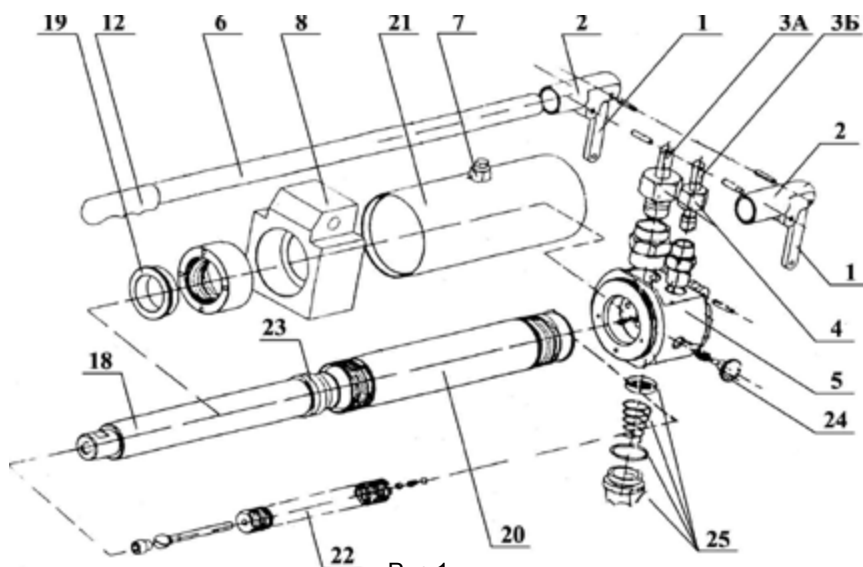
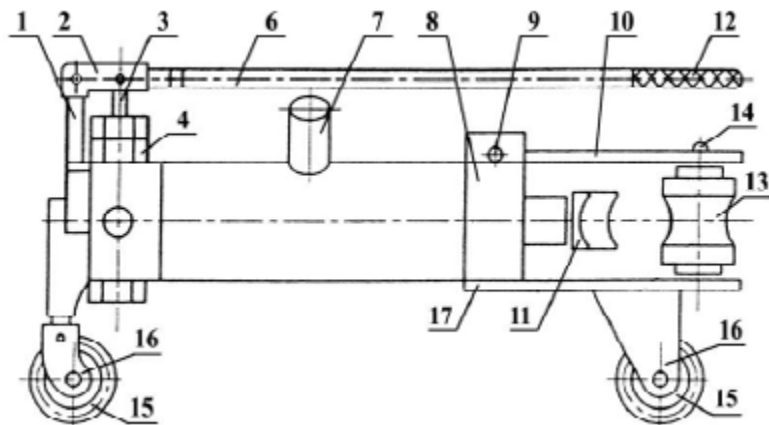

Рис.1
Рис.2
Трубогиб ручной (НТГ) с встроенными гидронасосами (см. Рис. 1, Рис. 2) состоит из корпуса с рабочим цилиндром (5), верхней траверсы (10), нижней траверсы (17), упоров (13), 3-х опорных колес (15), рукоятки насосов низкого и высокого давления (6) и прилагаемых шаблонов (11). На нижней стороне корпуса (5) находится сливная пробка масляного резервуара с прижимной пружиной, уплотнительным кольцом и фильтром (25). Сетчатый фильтр прижимается к корпусу (5) пружиной, чем обеспечивается проход очищенного масла из масляного резервуара во всасывающую полость насоса.
1-ограничитель рычаг рукоятки насоса	2шт(Рис.1,2)
2-держатель рукоятки насоса 3А-	2шт(Рис.1,2)
шток насоса высокого давления 3Б-	1шт(Рис.1,2)
шток насоса низкого давления	1шт(Рис.1,2)
4-прижимная гайка плунжера насоса	2шт(Рис.1,2)
5-корпус насосов высокого и низкого давления	1шт(Рис.1,2)
6-рукоятка насоса	1шт(Рис.1,2)
7-заливная горловина с пробкой масляного резервуара	1шт(Рис.1,2)
8-корпус трубогиба	1шт(Рис.1,2)
9-палец	1шт(Рис.2)
10- верхняя траверса	1шт(Рис.2)
11-шабон	1шт(Рис.2)
12-резиновый наконечник рукоятки	1шт(Рис.2)
13-упор	2шт(Рис.2)
14-ось упора	2шт(Рис.2)
15-колеса трубогиба	3шт(Рис.2)
16-крепление колес	3шт(Рис.2)
17-нижняя траверса	1шт(Рис.2)
18-шток трубогиба	1шт(Рис.1)
19-резиновое уплотнительное кольцо	1шт(Рис.1)
20-рабочий цилиндр трубогиба	1шт(Рис.1)
21-масляный резервуар трубогиба	1шт(Рис.1)
22-возвратная пружина штока трубогиба	1шт(Рис.1)
23-манжета	1шт(Рис.1)
24-выпускной клапан трубогиба	1шт(Рис.1)
25-сливная пробка масляного резервуара с прижимной пружиной, уплотнительным кольцом и фильтром	(Рис.1)